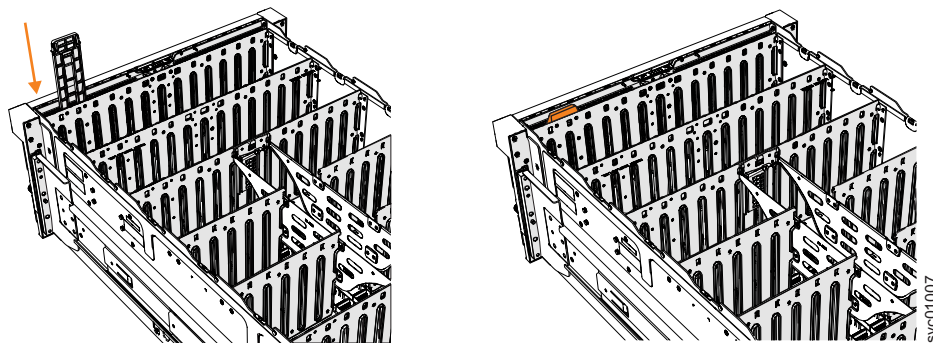

Рисунок 131. Установка дисплейной панели
2. Осторожно выровняйте дисплейную панель по направляющим спереди корпуса расширения (см. рис. 131 на стр. 136).